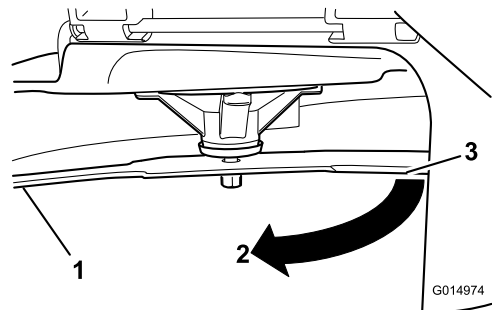

Figure 61
4. Tournez la même lame de 180 degrés pour amener l'autre tranchant à la même position (Figure 61).